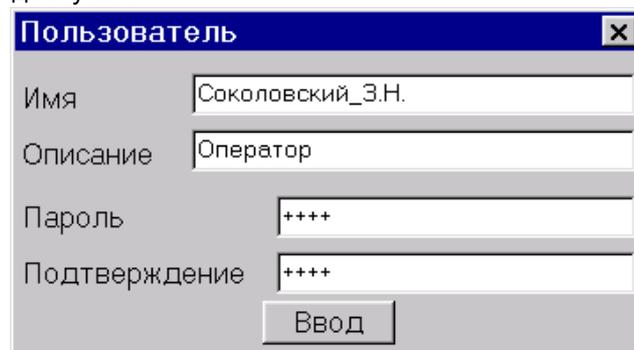

Рис. 36
- в появившемся окне (Рис. 36) ввести имя, описание, пароль и подтверждение пароля пользователя (в имени пользователя не должно быть пробелов);